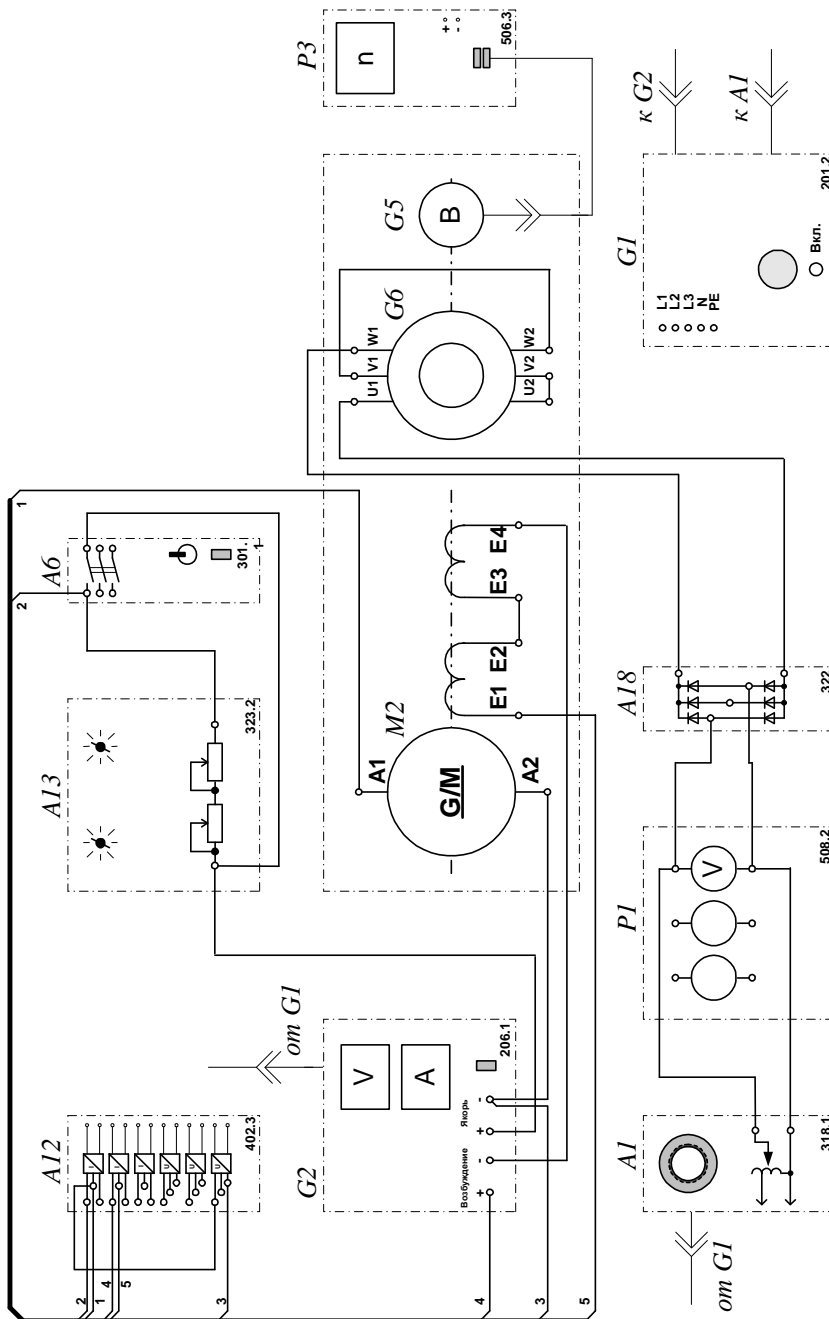

Рис. 1
Собрать электрическую схему, приведенную на рис. 1 и осуществить пуск ДПТ в ход согласно указаниям, приведенным далее.
- Соедините аппаратуру в соответствии электрической схемой соединений (рис.1).